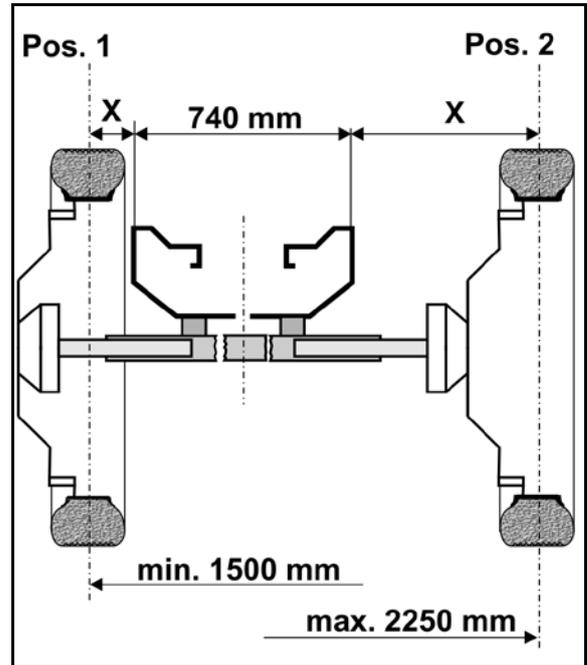

図 134
設定可能なトレッド幅は、ホイール取り付けに応じて異なります (図 134):
5. 軸の半分を希望する位置に押し込むか引き出します。このためにベースフレーム (図 134/1) の外側エッジからスプレーヤーホイール中央までの寸法 x を検出し、軸の半分を適切な位置に押し込むか引き出します。